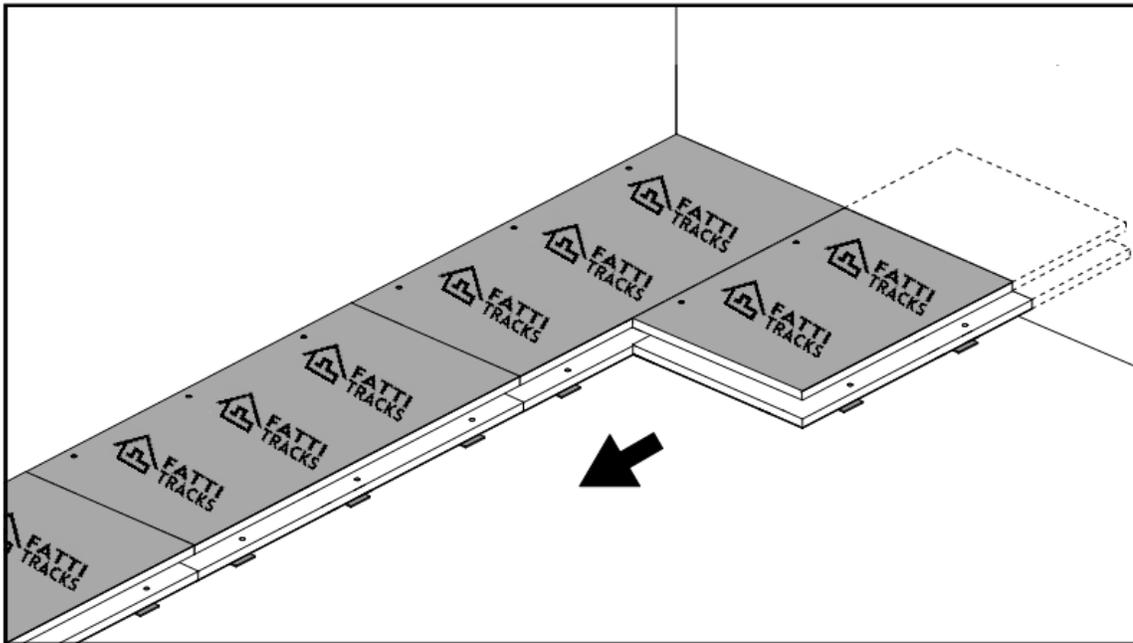

Fig. 2
- Poursuivez l'installation des rangées suivantes avec les panneaux intérieurs en progressant de la gauche vers la droite. Emboîtez les pieds niveleurs et les trous, tout en faisant adhérer les panneaux sur les joints horizontaux (voir fig. 2). Pour conserver le motif en forme de briques qui est nécessaire, coupez les extrémités du premier panneau à toutes les deux rangées par 16 po ou 32 po. Déterminez le meilleur emplacement pour les pieds niveleurs après la coupe pour maintenir la stabilité structur-